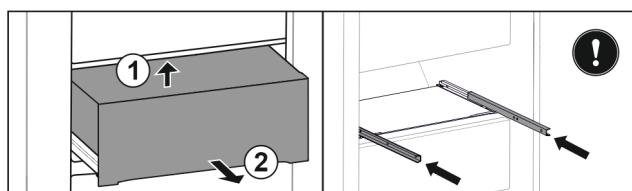

Fig. 114
- Nadvhynite zásuvku zospodu dozadu. Fig. 114 (1)
- Odoberte zásuvku dopredu. Fig. 114 (2)